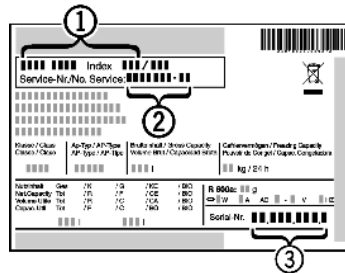

Fig. 16
- Noter la désignation de l'appareil *Fig. 16 (1)*, le n° service *Fig. 16 (2)* et le n° série *Fig. 16 (3)* figurant sur la plaque signalétique. La plaquette signalétique se trouve à l'intérieur de l'appareil, à gauche.
- Informer le service après-vente et communiquer le dysfonctionnement, la désignation d'appareil *Fig. 16 (1)*, le n° service *Fig. 16 (2)* et le n° série *Fig. 16 (3)*.